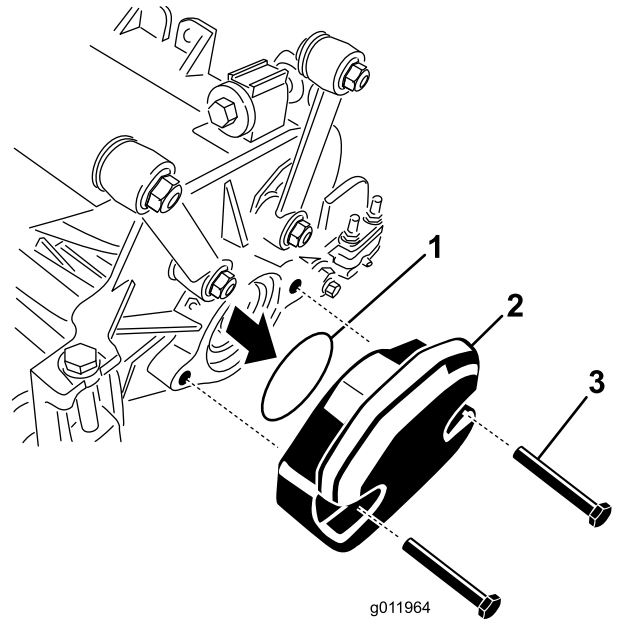

図 23
- 2. 右側カッティングユニットの内側端部からウェイトとOリング。図 23 を取る。